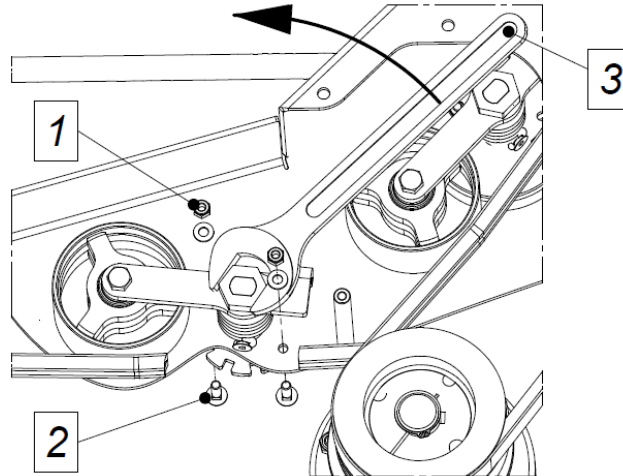

Fig. 10. Réglage de tension des courroies trapézoïdales
1. Desserrer les écrous (1), puis retirer les vis (2) (**Fig. 10**). Pour enlever les vis (2) plus facilement, tournez légèrement le tendeur avec la clef (3) – numéro 36 dans le sens inverse des aiguilles d'une montre.
2. Pour tendre la courroie, tournez le tendeur avec la clef (3) dans le sens inverse des aiguilles d'une montre et placez-le en position la plus rapprochée pour insérer les vis (2). Il faut ensuite vérifier la tension des courroies selon le point 6.2. Tendre ou desserrer le tendeur le cas échéant.